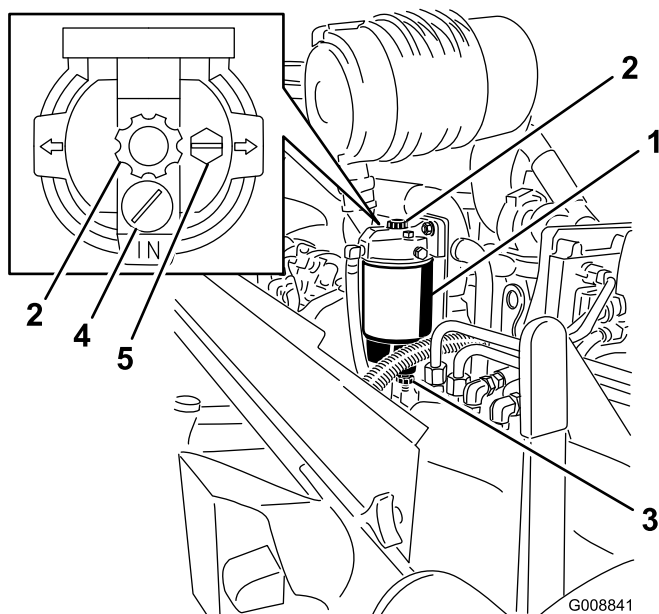

Рисунок 63
1. Подставьте под водоотделитель чистую емкость (Рисунок 63).
2. Откройте сливную пробку и включите насос для слива загрязнений (Рисунок 63).
2. Ослабив газовыпускную пробку и открыв сливную пробку, слейте некоторое количество топлива (Рисунок 63).